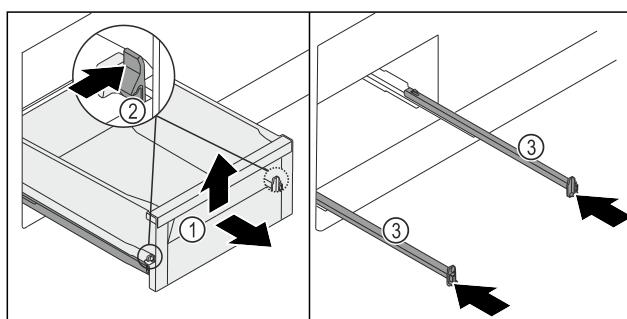

Fig. 133
- ▶ Изтеглете чекмеджето Fig. 133 (1) докрай.
- ▶ Натиснете скобата Fig. 133 (2) отляво и отдясно едновременно навътре.
- ▶ Чекмеджето Fig. 133 (1) се освобождава от релсите.
- ▶ Повдигнете нагоре чекмеджето Fig. 133 (1) отпред.
- ▶ Извадете чекмеджето Fig. 133 (1) напред.
- ▶ Вкарайте релсите Fig. 133 (3).